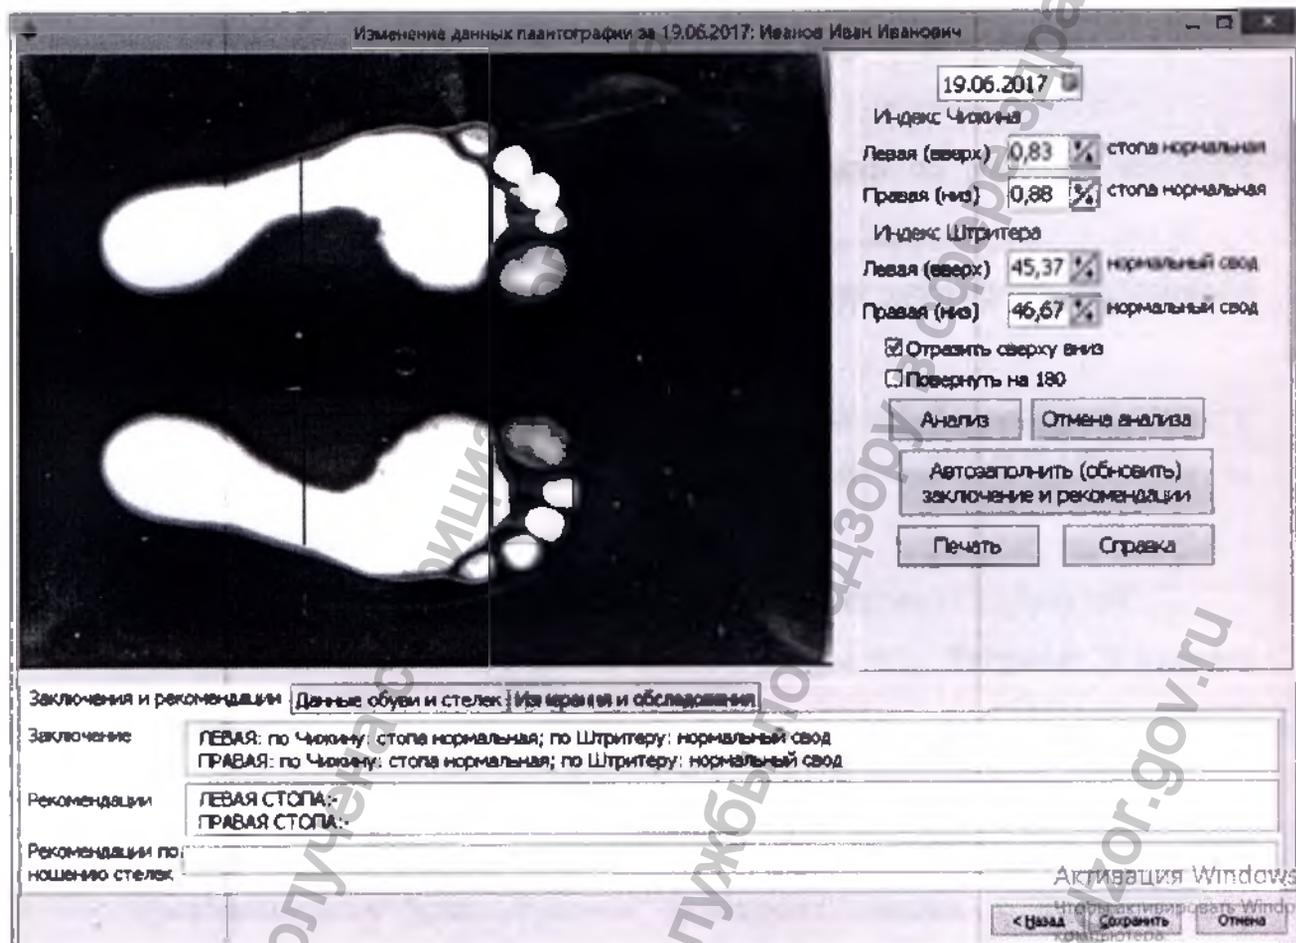

Рисунок 2. диалоговое окно снятия и анализа плантограммы.
➤ встать в центре площадки плантографа вдоль его длинной стороны (с равномерным упором на обе стопы – см. рисунок 2). **Примечание:** на экране монитора стопы должны отобразиться полностью (на отображении правая нога должна быть вверху, пятки справа). Если пятка слева сделать выбор в программе,
**Описание кнопок (см. рисунок 2):**
4.3 В диалоге по снятию и анализа плантограммы (см. Рисунок 2) имеется возможность калибровки экранной линейки.